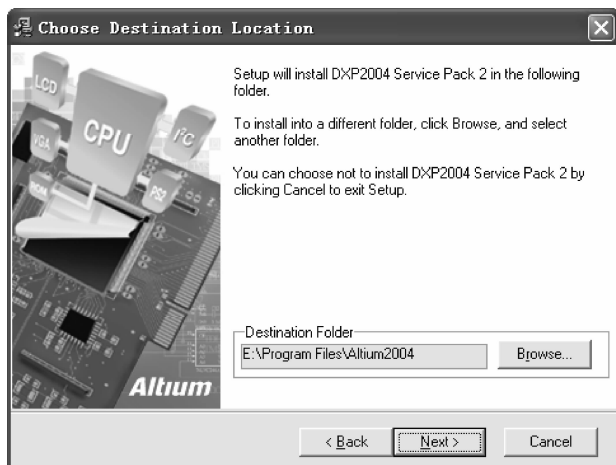

图 1-9 【安装路径】对话框
(2) 步骤二 单击【I accept the terms of the End-User license agreement and wish to CONTINUE】,弹出【安装路径】对话框,如果想改变路径,可以单击【Browse】按钮,选择自己想要安装的路径,如图 1-9 所示。